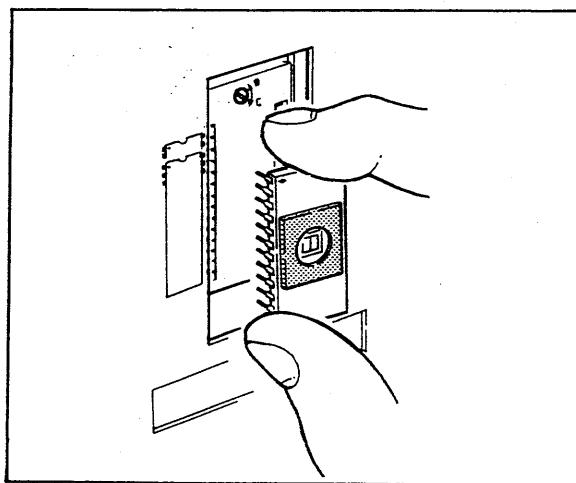

図 6.4.3 ROMの引き抜き
- d) ROM を手でつまみ、ピンを変形させないように軽く引き上げると、簡単に外れます (図 6.4.3)。
(2) ユーザ ROM の取付け